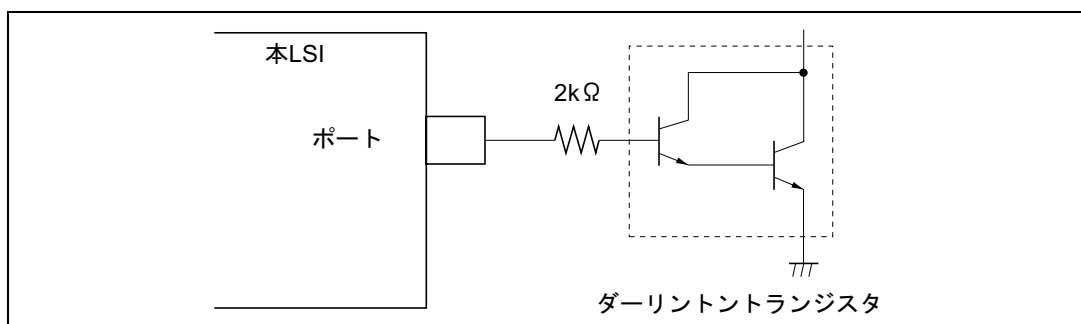
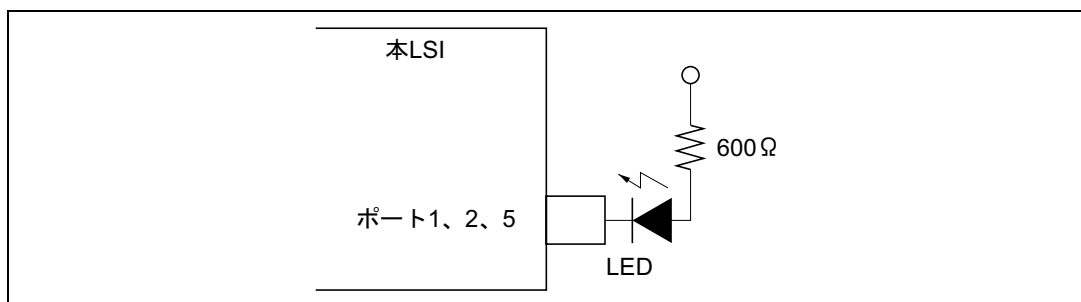

図 21.1 ダーリントントランジスタ駆動回路例
図 21.2 LED 回路例
- ダーリントントランジスタや、LED を直接駆動する場合には、図 21.1、図 21.2 に示すように、出力に必ず電流制限抵抗を挿入してください。